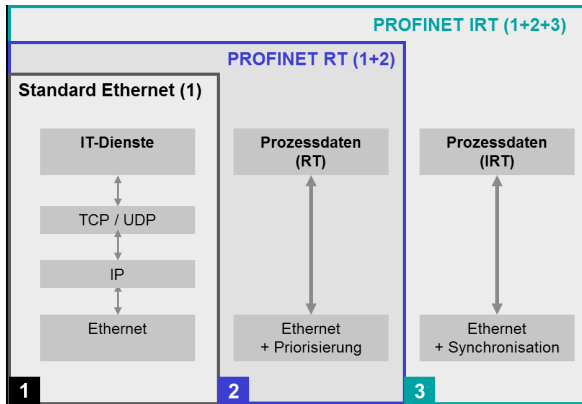

Abb. 6: Drei Kommunikationskanäle bei PROFINET
- PROFINET unterstützt die schnelle IO-Kommunikation von Prozessdaten mit hohem Determinismus (Real Time RT und Isochroneous Real Time IRT) und – unabhängig, zeitgleich und auf dem gleichen Kabel - die Standard-TCP/IP-Kommunikation (Abbildung 6) und ist damit offen für die Nutzung von IT-Diensten und Web-Tools im Netzwerk und für Kommunikation mit den Netzkomponenten für z.B. Parametrierzwecke. Das spart Zeit, zum Beispiel in Inbetriebnahmeszenarien großer Anlagen, wenn die Antriebe bereits parametriert und in Betrieb genommen werden können, obwohl das Steuerungsprogramm noch nicht fertiggestellt ist.
- PROFINET ist eine Entwicklung von PROFIBUS & PROFINET International (PI), der weltweit größten Feldbusorganisation, und in der IEC 61158 genormt. Das bedeutet Offenheit und breite Produkt-Auswahl für den Anwender und zugleich Zukunftssicherheit durch Standardisierung und Innovationskraft.